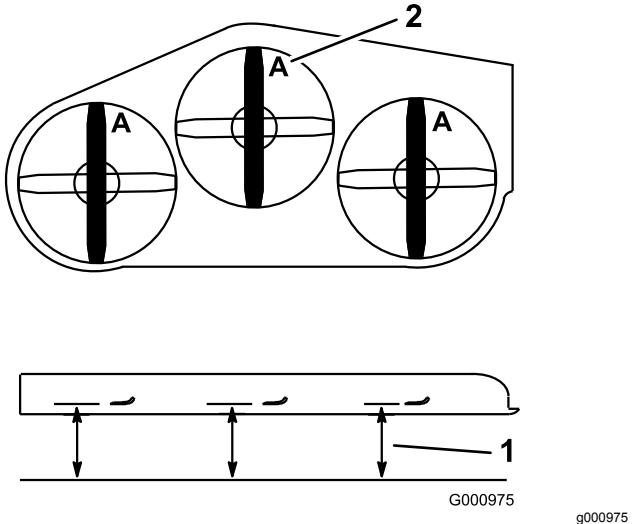

Figure 95
4. Mesurez la distance entre la surface plane et le tranchant (position A) des lames (Figure 95).